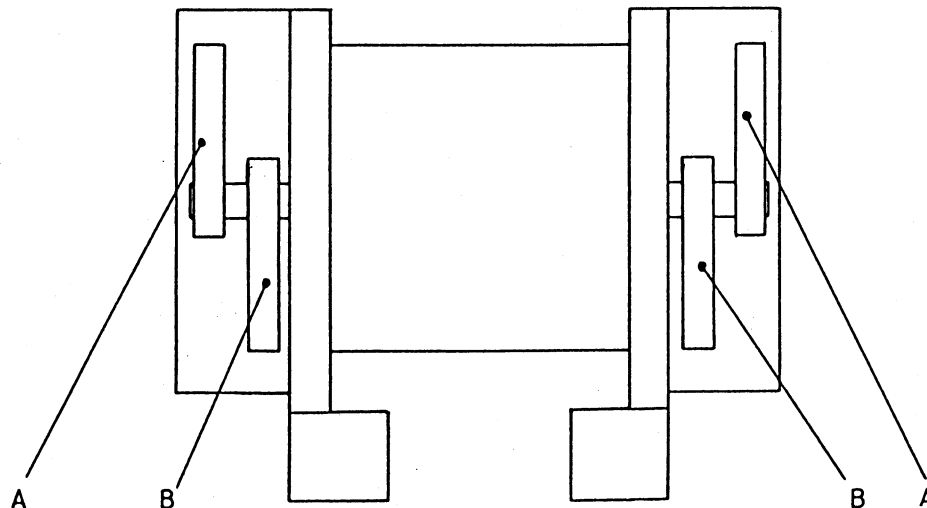

Fig.4.1
2) Réglage de la force centrifuge (Fig.4.1)